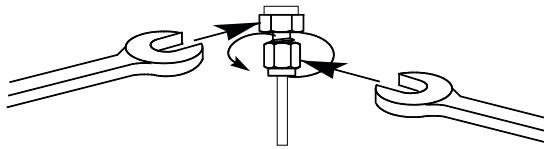

Figura 27. Apriete final
- 8 Para conexiones Swagelok de 1/8 pulgadas, utilice un par de llaves de 7/16 pulgadas para apriete la conexión 3/4 de vuelta. Vea la **Figura 27**.
Para conexiones de 1/4 pulgadas utilice un par de llaves de 9/16 pulgadas para apretarlas 1-1/4 de vuelta, como se muestra en la **Figura 27**.